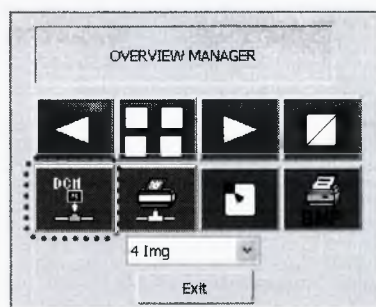

Рисунок 135
- для просмотра выберите нужный цикл (см. рисунок 135);